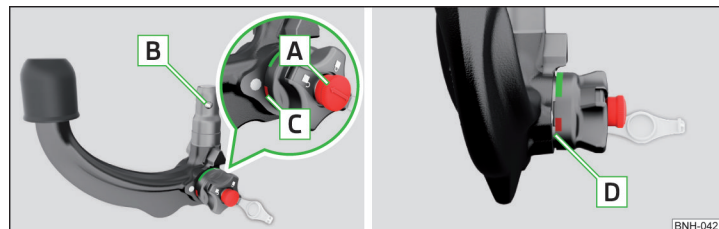

Fig. 138 Poziția de disponibilitate
**Poziția de disponibilitate setată corect » fig. 138**